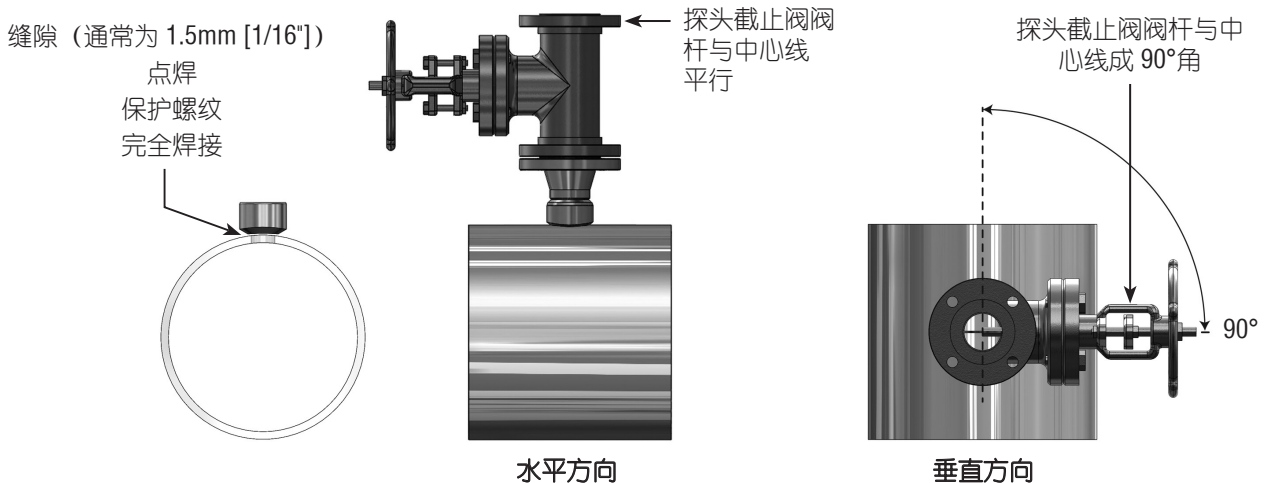

图 5. 探头截止阀
- 调整阀门方向，让阀杆与管道中心线方向平行（图 5）。
- 调整阀门方向，让阀杆与管道中心线方向垂直（图 5）。